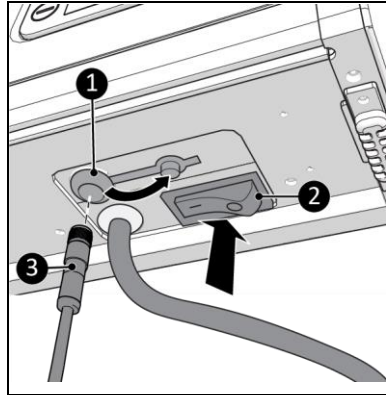

Abbildung 12
1. Stellen Sie sicher, dass sich der EIN/AUS-Schalter in der AUS-Position befindet (Abbildung 12, Pos. 2).
2. Verbinden Sie den Stecker des Temperatursensors (Abbildung 12, Pos. 3) mit dem Sensorstecker (Abbildung 12, Pos. 1).